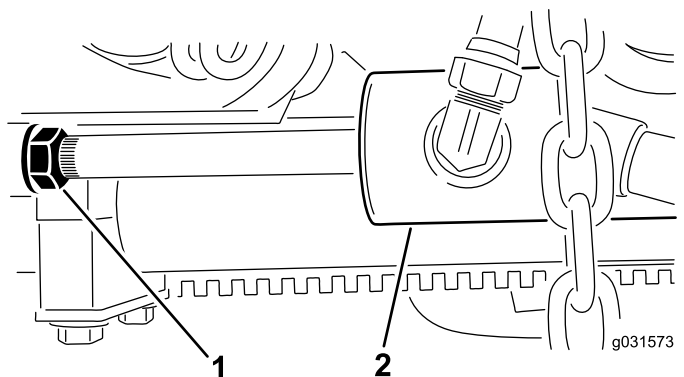

Figura 14
- B. Deurubai contrapiulia de pe cilindru (Figura 14).